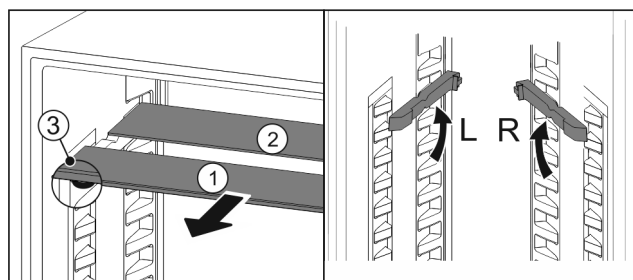

Fig. 115
- Wyciągnąć Fig. 115 (1) pojedynczo półki szklane do przodu.
- Płyta szklana Fig. 115 (1) z listwą ozdobną znajduje się z przodu.
- Stopery Fig. 115 (3) wskazują w dół.